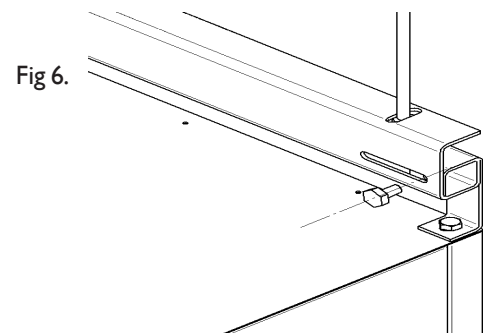

Fig 6.
Pendlarna placeras på L – 40, D – 110, se fig 6.
Nu kan kåpan lyftas upp och skjutas in i skenorna, lås kåpan genom att skruva i den medföljande bulten (3). Se fig 6.